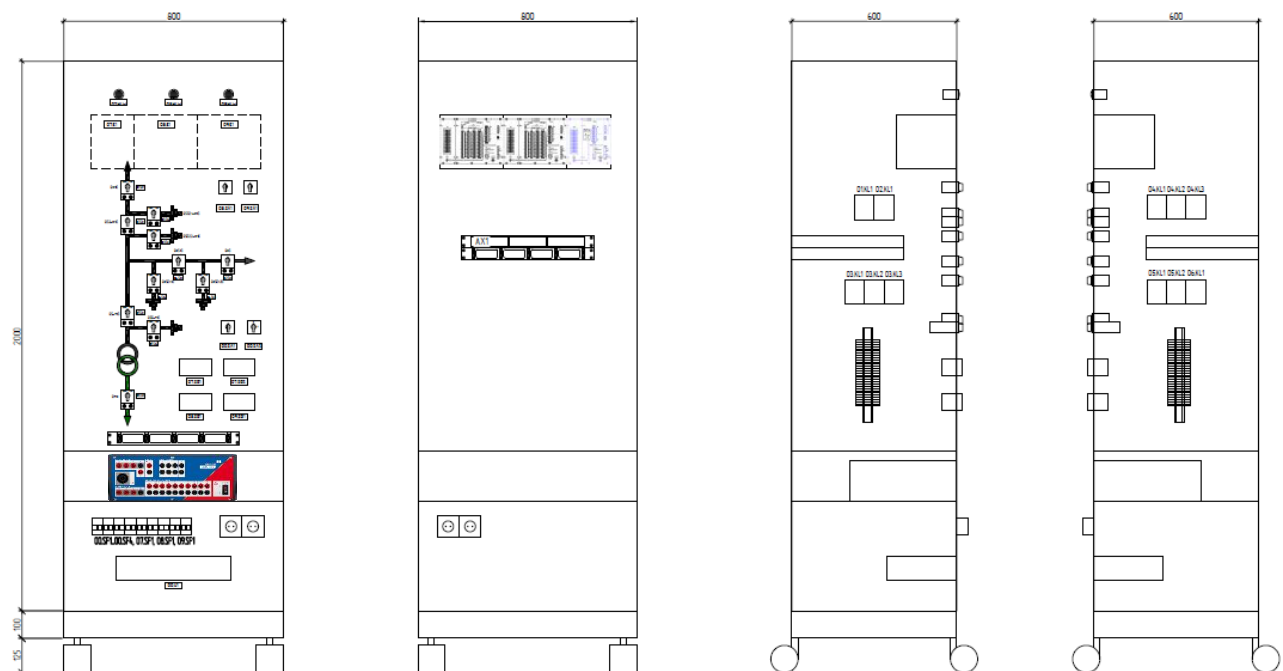

Рисунок 8. Панель физической модели присоединения силового трансформатора.
- Панель физической модели присоединения силового трансформатора (рис. 8);